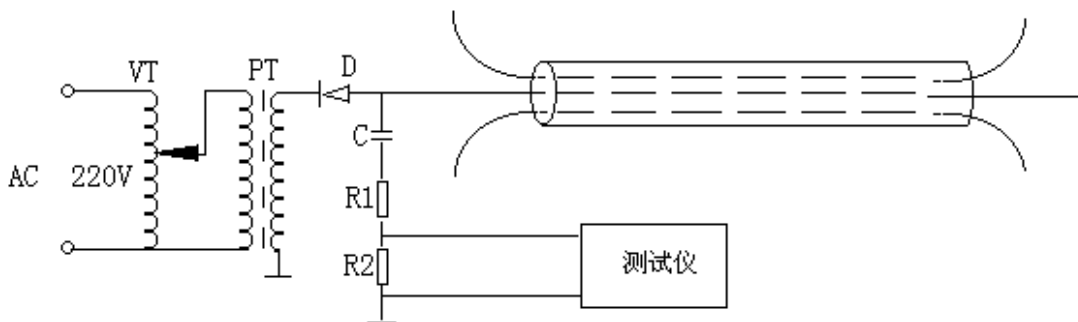

图 6.4-1 直闪法接线图
- (1) 准备工作：直流高压闪络法的基本测试原理是，利用外部设备给故障电缆上施加一直流负高压，当故障点承受不了这样的高压时就会产生闪络电弧，根据这个电弧产生的电波来测试这个故障点的。因此应按图 6.4-1 所示准备高压设备，并将连接线接好。
(2) 仪器操作按图 6.4-1 所示连接外部线路，先升压几次确认连线无误后，再将本仪器接入 R2 两端（此接线本套设备已设计好）。将仪器的接地端子直接独立的接在电缆钢带上。